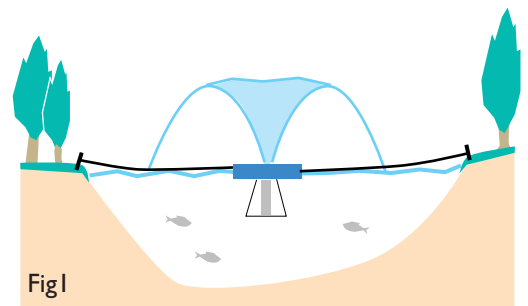

Fig1
- Fig 1 - Amarrage par câbles depuis la berge.